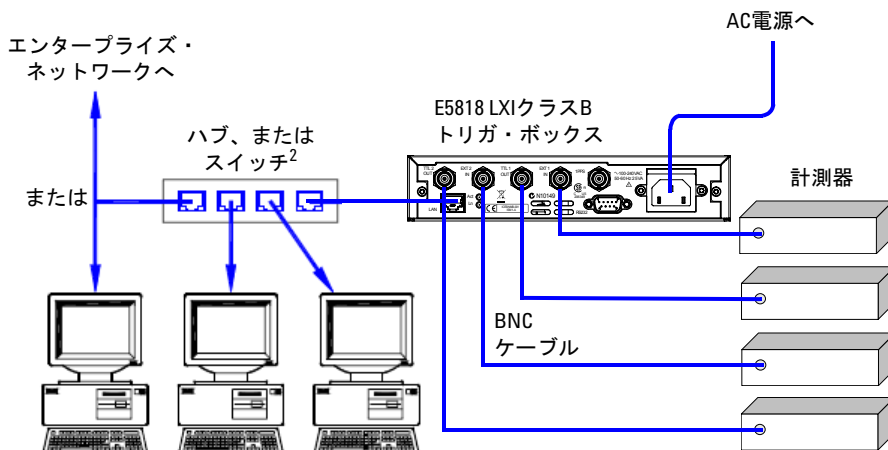

図1 ネットワークと測定器へのEの接続
**ステップ1 ネットワークと測定器へのE5818の接続** 図1に、E5818の代表的なネットワーク／測定器接続を示します。アプリケーションの必要に応じた接続を行ってください。接続の詳細については、『*Agilent E5818A LXI Class-B Trigger Box User's Guide*』を参照してください。